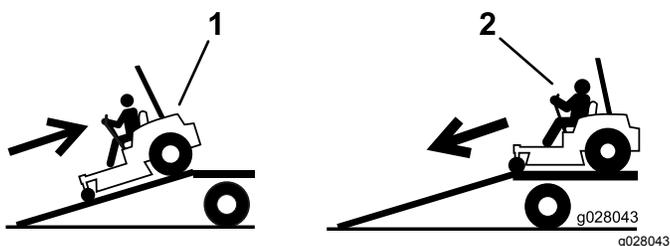

Figura 36
4. Risalite in retromarcia la rampa (Figura 36).
2. Scendete dalla rampa in marcia avanti (Figura 36).